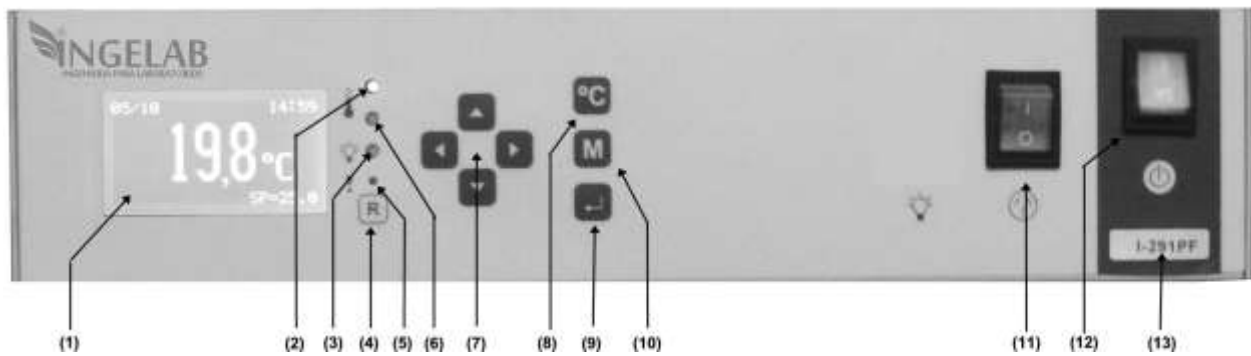

Fig.1
Oprimiendo la tecla °C del teclado (fig.1 (8)), la sigla SP del display que indica la temperatura de ajuste (fig.2 (D)) se hará intermitente.
Durante el funcionamiento de la incubadora, los LEDs azul y rojo indicarán el accionamiento del compresor (frío) y de la resistencia calefactora (calor) respectivamente (fig.1 (2) y (6))